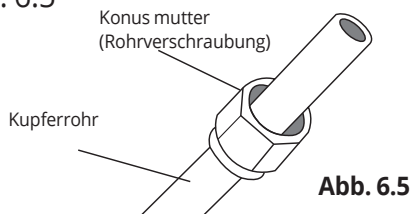

Abb. 6.5
3. Setzen Sie Konusmuttern auf beide Rohrenden. Achten Sie darauf dass sie in die richtige Richtung ausgerichtet sind, da sie nach der Aufweitung nicht geändert werden können. Siehe Abb. 6.5